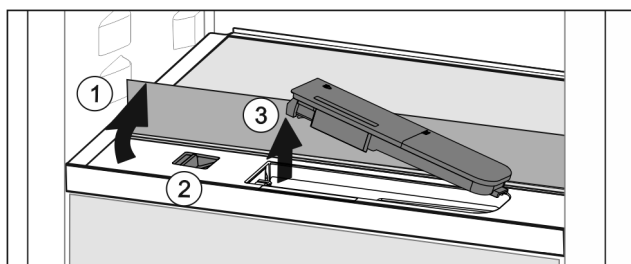

Fig. 87
- ▶ Podnieść płytę szklaną i złożyć ją z powrotem, aż do oporu Fig. 87 (1).
- ▶ Przesunąć suwak Fig. 87 (2) w lewo.
- ▶ Wyjmowanie zbiornika wody Fig. 87 (3).